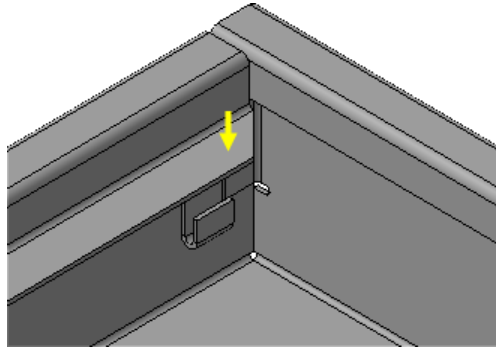

Рисунок 46.
- Нажмите кнопку Создать объект  (рис. 46).